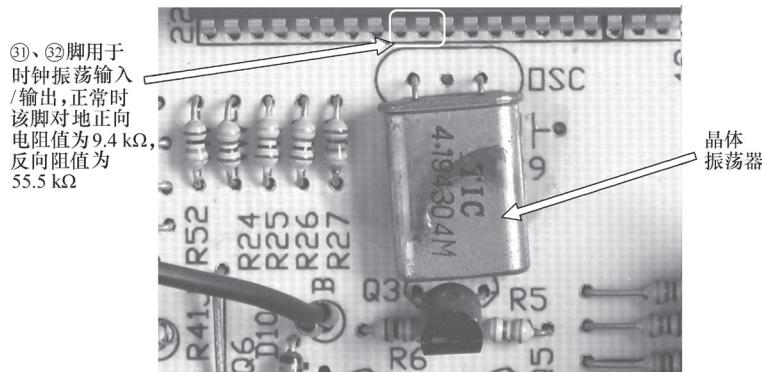

图 5-2 晶体振荡器实物图
但检测 IC01 (TMP47C400BN-RH31) 的③①、③②脚时，微波炉突然恢复正常工作，此时操作各控制功能均正常。因而判断 IC01 ③①、③②脚外接的时钟振荡器不良，如图 5-2 所示。